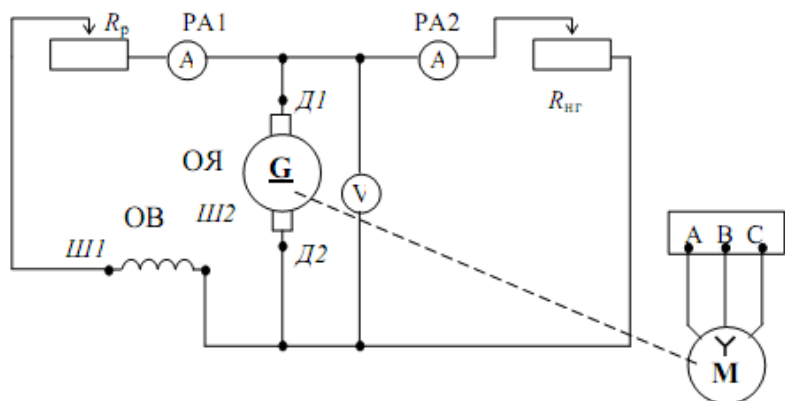

Рис. 9.6. Схема лабораторной работы
2. Собрать схему ГПТ (рис. 9.6), обратив внимание на маркировку выводов обмотки якоря и обмотки возбуждения. При этом вначале собрать цепь нагрузки, а затем – цепь возбуждения.
2. Электрическая схема работы (рис. 9.6).